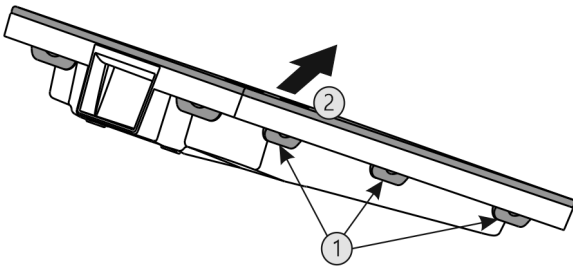

Fig. 30
- ▶ Alle Laschen Fig. 30 (1) nacheinander drücken und die Abdeckung Fig. 30 (2) entnehmen.